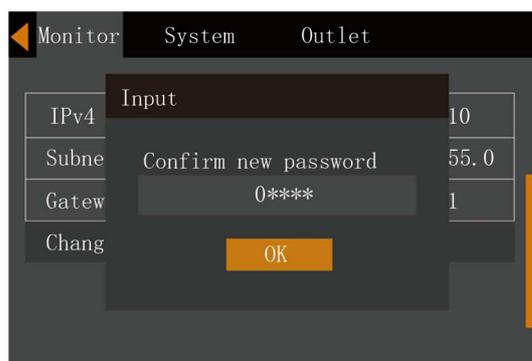

Figura 5-28 Confirmación de contraseña nueva
5. Después de introducir la contraseña nueva, pulse la tecla **Enter** para confirmar; a continuación, el sistema pedirá al usuario que confirme la contraseña nueva introduciéndola de nuevo, véase la Figura 5-28.